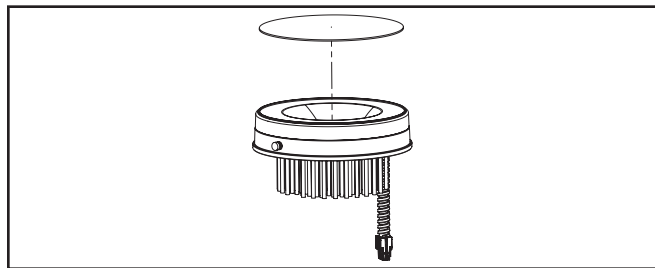

Figura 3.
2. Inserte la lente en el reflector blanco (Figura 3.).